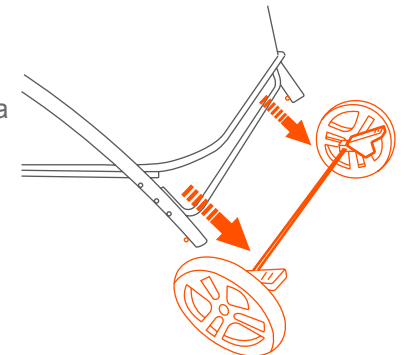

Fig. 14b
• If replacing the rear axle, press the pin on each side behind the wheel hub. Pull the rear axle out from the hub (Fig. 14b).
• Si reemplaza el eje trasero, presione el pasador en cada lado detrás del cubo de la rueda. Tire del eje trasero del buje (Fig. 14b).
• Si vous remplacez l'essieu arrière, appuyez sur l'épingle de chaque côté derrière le moyeu de roue. Sortez l'essieu arrière du moyeu (Fig. 14b).